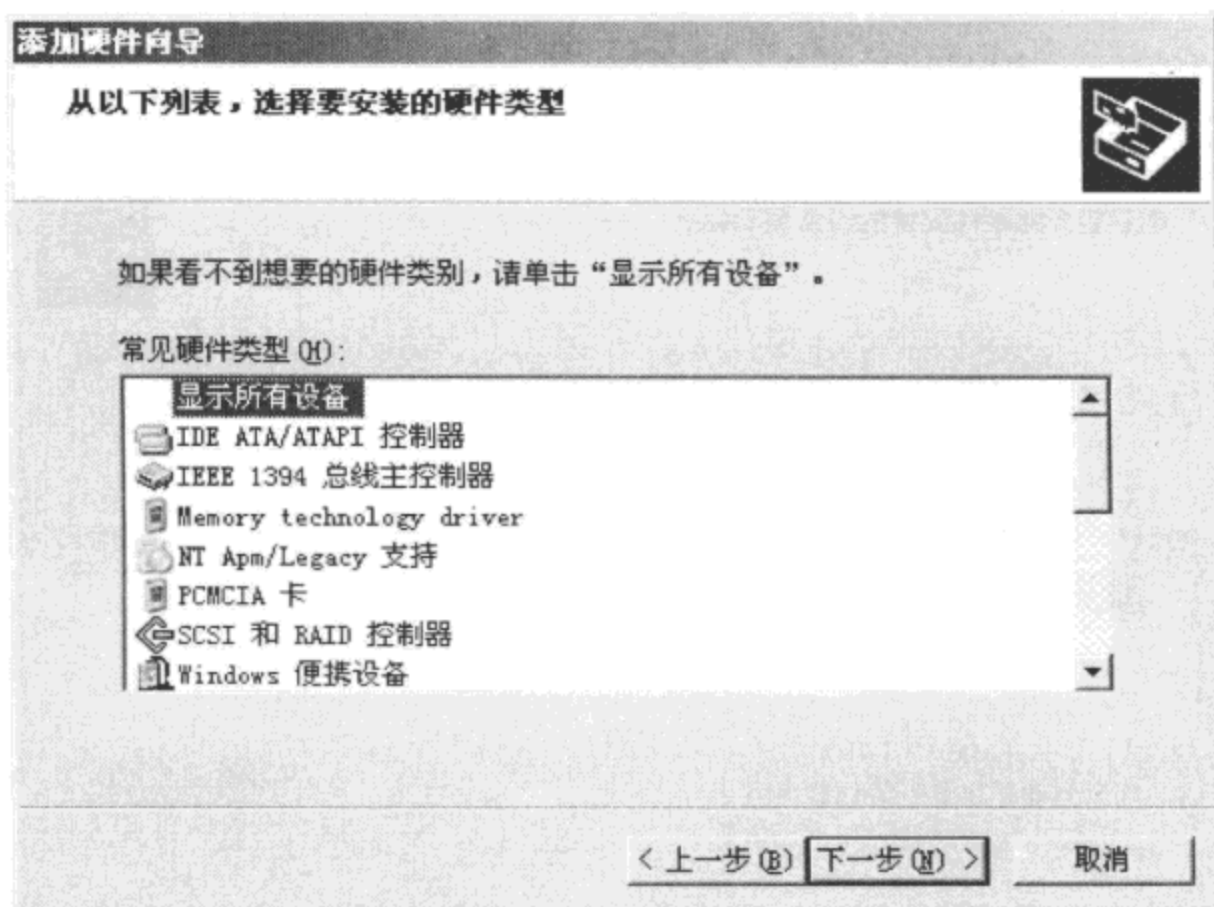

图 2-27 选择硬件类型
Step5: 不选任何选项，直接单击“下一步”按钮，如图 2-27 所示。